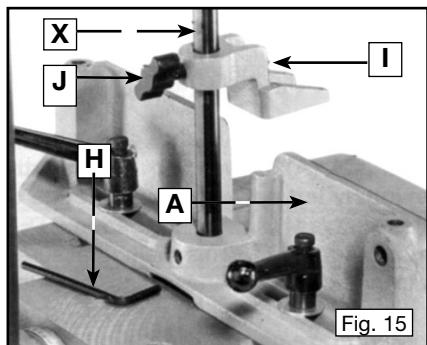

Fig. 15
1. Fixer la tige verticale (X, fig. 15) au guide longitudinal à l'aide de la clé fournie (H).
2. Insérer le dispositif d'ancrage des pièces (I, fig. 15) par-dessus la tige (X) et serrer la vis de serrage (J) contre la partie plate de la tige.